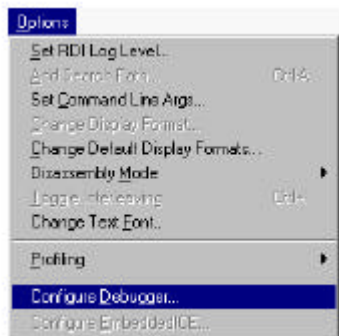

图 29 ADW 和 ADU 选项菜单
- 2 选择 **Options→Configure Debugger**，如图 29 所示。